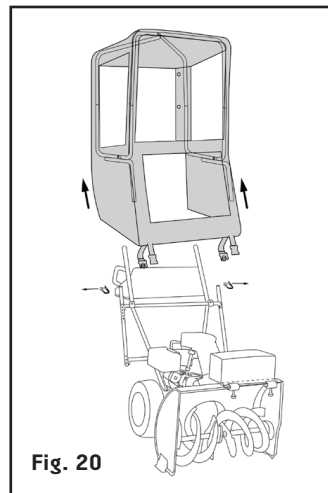

Fig. 20
3. Soulevez doucement la cabine pour l'éloigner des supports du cadre inférieur. Voir la fig. 20.